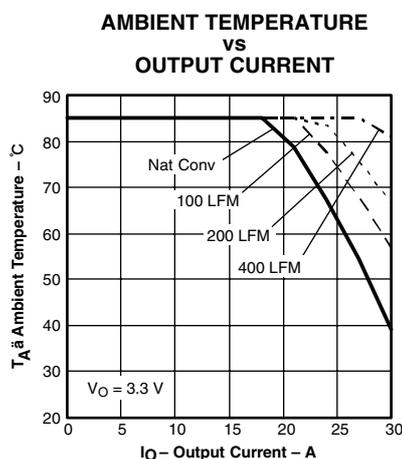
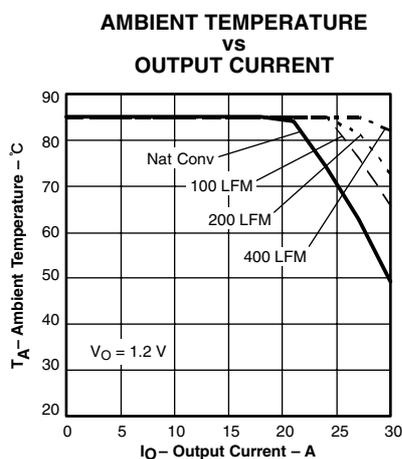

図9.
図10.
- (2) 温度ディレーティング曲線は、内部コンポーネントの温度がメーカーの指定した最高動作温度以下になる条件を表します。ディレーティング制限は、2オンス (56.69グラム) の銅を使用した、100mm × 100mmの両面PCBに直接半田付けされたモジュールに対して適用されています。図9および図10に該当します